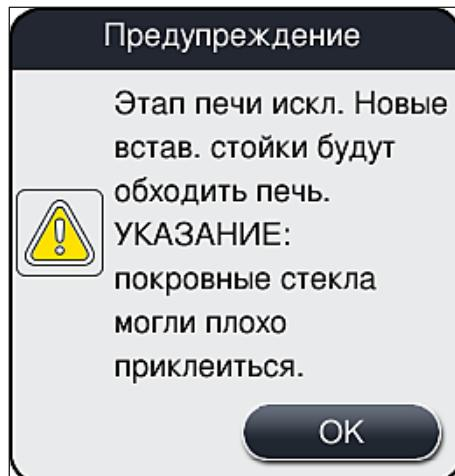

Рис. 36
- Подтвердите конфигурацию нажатием кнопки Сохранить (→ Рис. 33-5), после чего ознакомьтесь с информационным сообщением на дисплее (→ Рис. 36) и подтвердите его нажатием OK.